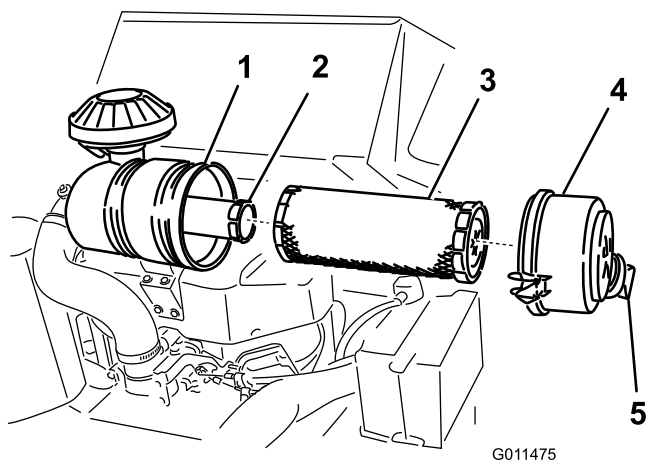

Figura 34
3. Rilasciate i dispositivi di fermo del filtro dell'aria e togliete il coperchio dal corpo del filtro (Figura 34).
1. Estraete con cautela il filtro primario dal corpo del filtro dell'aria (Figura 34). Non urtate il filtro contro il corpo.
4. Se sostituite il filtro di sicurezza, fate scorrere delicatamente il nuovo filtro nel corpo del filtro (Figura 34).
5. Montate con cautela il filtro primario sul filtro di sicurezza (Figura 34). Verificate che sia inserito a fondo, premendo sul bordo esterno del filtro mentre lo si inserisce.
6. Montate il coperchio del filtro dell'aria con lo scodellino parapolvere orientato come illustrato nella Figura 34, quindi fissate i dispositivi di fermo.